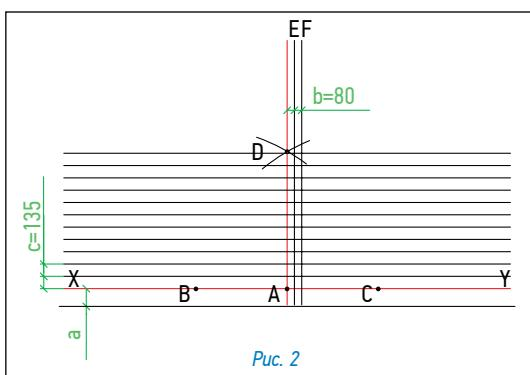

Рис. 2
Разметка крыши (рис. 2)
- Начальный ряд формируется из специальной конько-карнизной черепицы, либо из листов черепицы обрезанных по линии образованной конечными точками вырезов. Элементы начального ряда укладываются по линии карниза в обе стороны от линии Z (рис. 2а) и фиксируются по нижнему краю битумной мастики, а по верхней кромке 4 гвоздями (ось гвоздей на 5 см ниже верхнего края полосы);